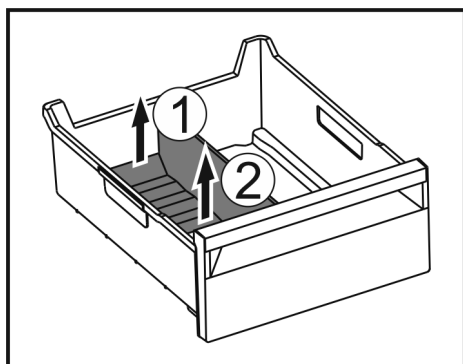

Fig. 249
- ▶ Ανασηκώστε το πίσω τμήμα του διαχωριστικού παγοθήκης. Fig. 249 (1)
- ▶ Αφαιρέστε το διαχωριστικό παγοθήκης προς τα επάνω. Fig. 249 (2)